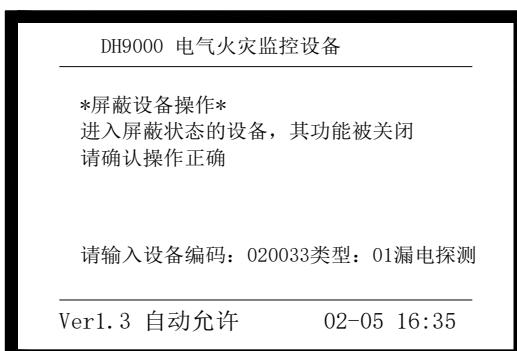

图 5-22
- ◆ 按“TAB”键，参照“附录二 设备类型表”，设备类型处输入“01”（如图 5-22）；